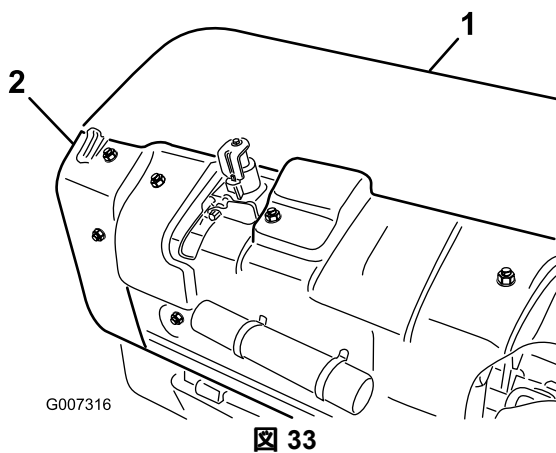

図 33
- A. 後コアリングヘッドカバーを外す 図 33。
- B. プーリーのシールドを固定しているボルトを外してシールドを外す 図 33。